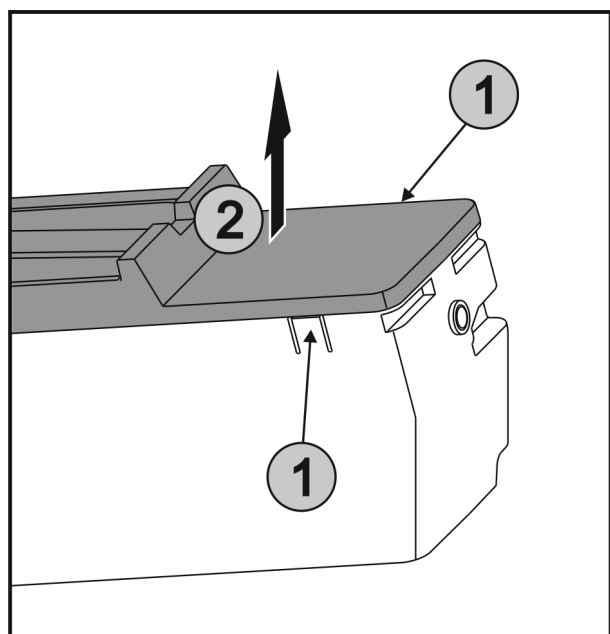

Fig. 41
- ▶ Pritisnite istodobno spojnicu Fig. 41 (1) na obje strane EasyTwist-Ice-a i skinite poklopac Fig. 41 (2) prema gore.